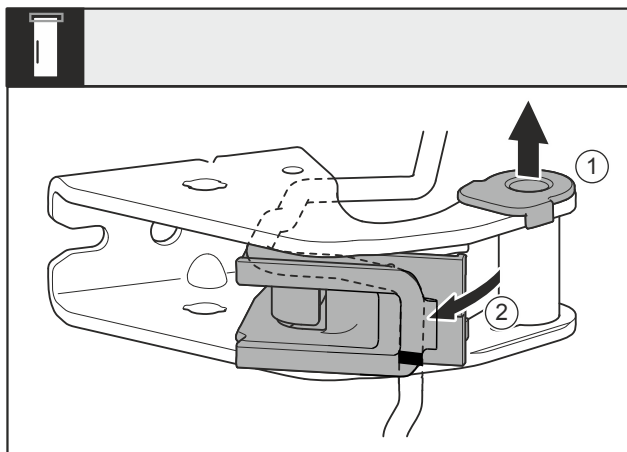

Fig. 16
- Vytáhněte ložiskové pouzdro Fig. 16 (1) z vedení.
- Otočte držák kabelu Fig. 16 (2) ven.